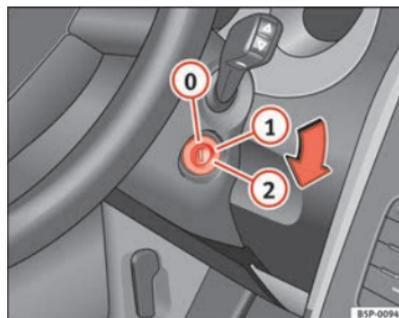

Fig. 139 Posições da chave da ignição
Nesta posição, ⇒ fig. 139 a ignição e o motor estão desligados, podendo bloquear a direcção.
- Rode a chave da ignição para a posição ⇒ **página 179, fig. 139**
①. O aviso  acender-se-á em caso de pré-incandescência do motor.
- Quando o aviso se apagar, rode a chave da ignição até à posição ② para arrancar o motor, sem acelerar. ▶
- Rode a chave da ignição até à posição ⇒ página 179, fig. 139 .